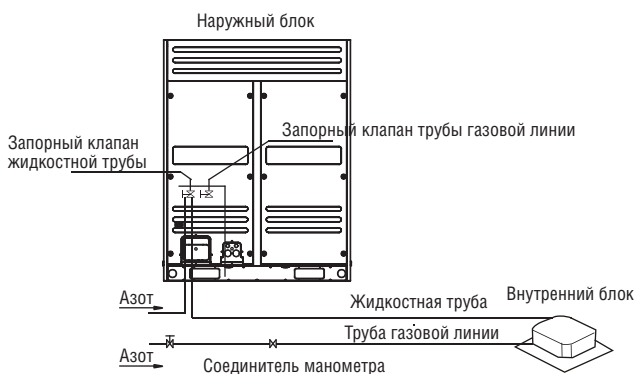

Рис. 5-5
- Запрещается подавать давление непосредственно на поплавковый клапан (см. рис. 5-5).